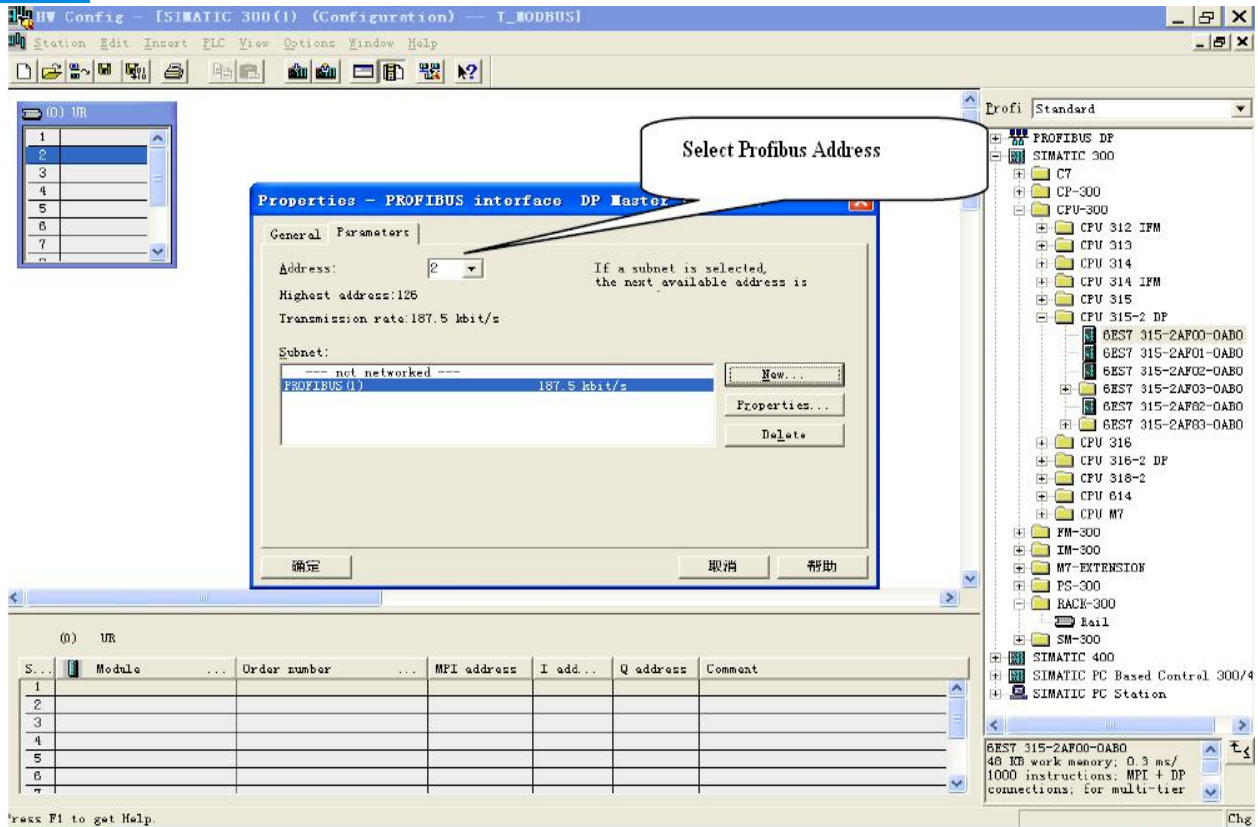

图 9
- 选择 PROFIBUS Master station 地址, 如图 9: